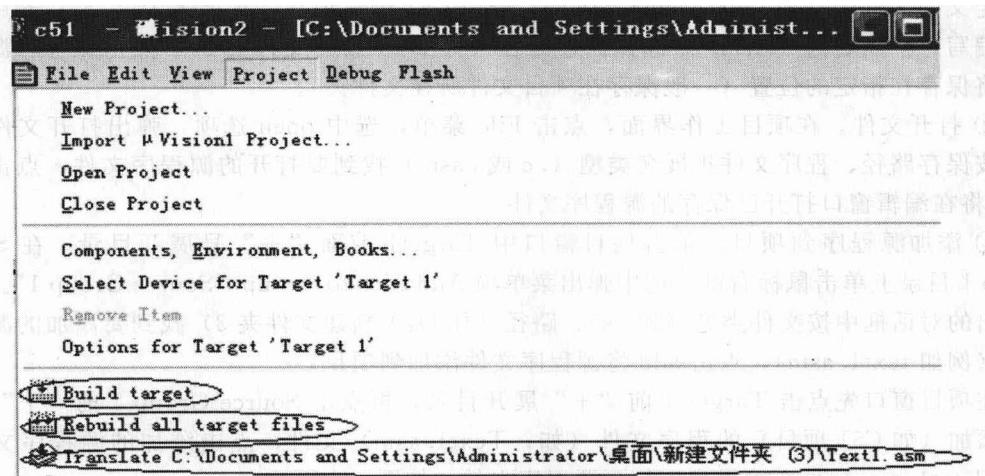
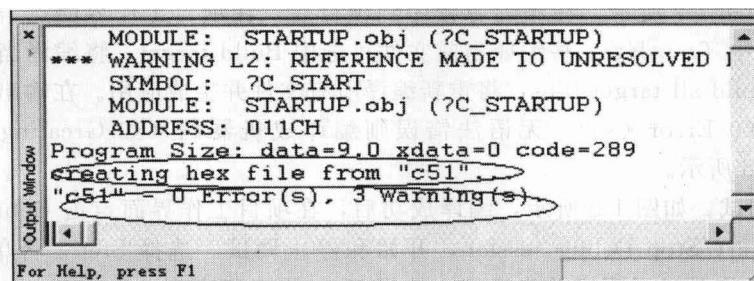

图 1-7 编译方式选择图
图 1-8 编译后输出窗口效果图
① 编译。如图 1-7 所示，在添加源程序到项目后，在项目工作界面点击 Project 菜单，在下拉菜单中选中 Translate，将编译当前文件；选中 Build target，将编译当前文件并生成应用；选中 Rebuild all target files，将重新编译所有文件并生成应用。在输出窗口可以观察有无语法错误（0 Error (s)）。无语法错误则编译成机器码（如 Greating hex file from “c51”）。如图 1-8 所示。